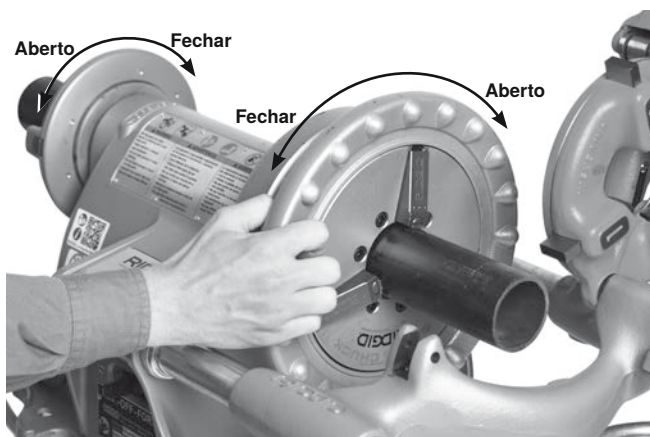

Figura 14 – Roscar o tubo
4. Rode o dispositivo de centragem traseiro para a esquerda (visto da traseira da máquina) para fechar sobre o tubo (figura 14). Certifique-se de que o tubo está centrado nos entalhes. Isto melhora o suporte do tubo e dá melhores resultados.
5. Rode o volante do mandril dianteiro para a esquerda (visto da dianteira da máquina) para fechar sobre o tubo. Certifique-se de que o tubo está centrado nos insertos. Rode o volante repetidamente e à força para a esquerda para fixar o tubo ao mandril dianteiro (figura 14).